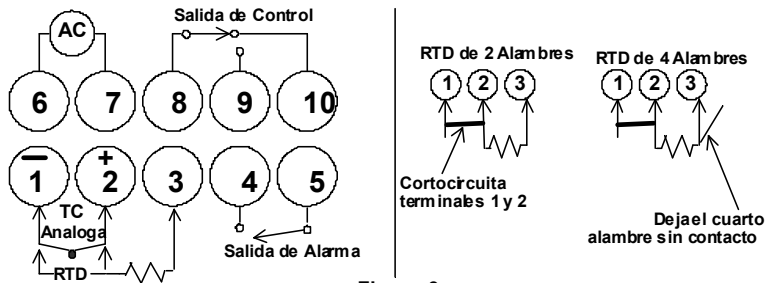

Figure 3
- 3.5 Conecte la entrada del sensor y las salidas de control/alarma (Fig. 3)